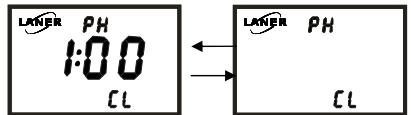

图 7-16
4、正常测量状态下按 REL 键，进入自动清洗时间设置状态，此时清洗时间跳闪，其左边单位为分，右边单位为秒，显示状态如图 7-16 所示：